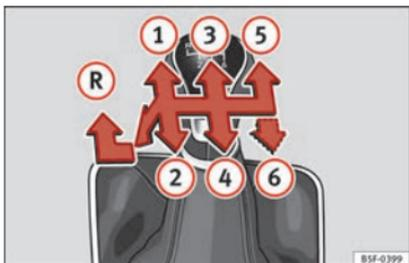

Fig. 37
Nella leva selettoria sono indicate le posizioni delle marce »»» **fig. 37**.
- Per inserire la retromarcia, con la leva selettoria in posizione di folle, spingerla verso il basso, muoverla a fondo a sinistra e quindi in avanti »»» **fig. 37 (R)**.